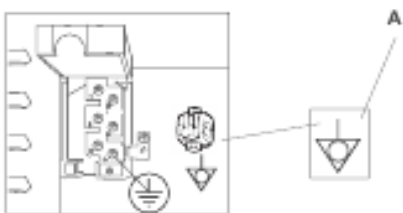

рис.5
- Печь должна быть включена в эквипотенциальную систему. Подсоединение осуществляется при помощи провода 2 с поперечным сечением как минимум  $10 \text{ мм}^2$ , подсоединенным к разъему силовой платы (А-рис. 5), отмеченному символом расположенному на нижней панели прибора.